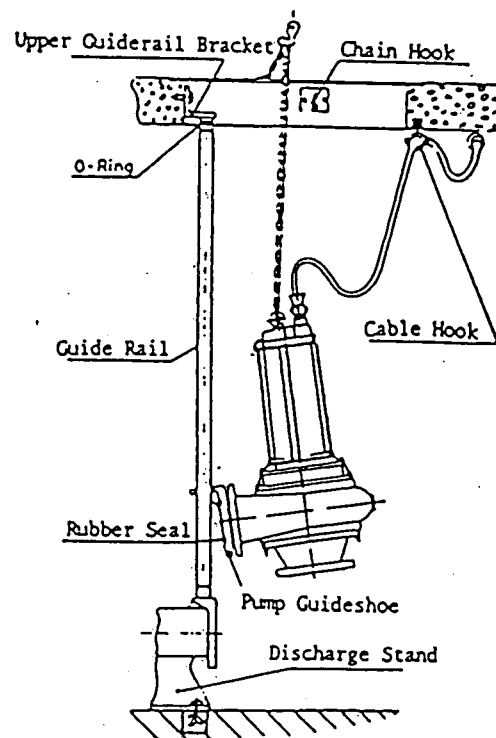

Fig. 3
1.5.1 INSTALLATION OF PUMP GUIDE SYSTEM (see Fig. 3)